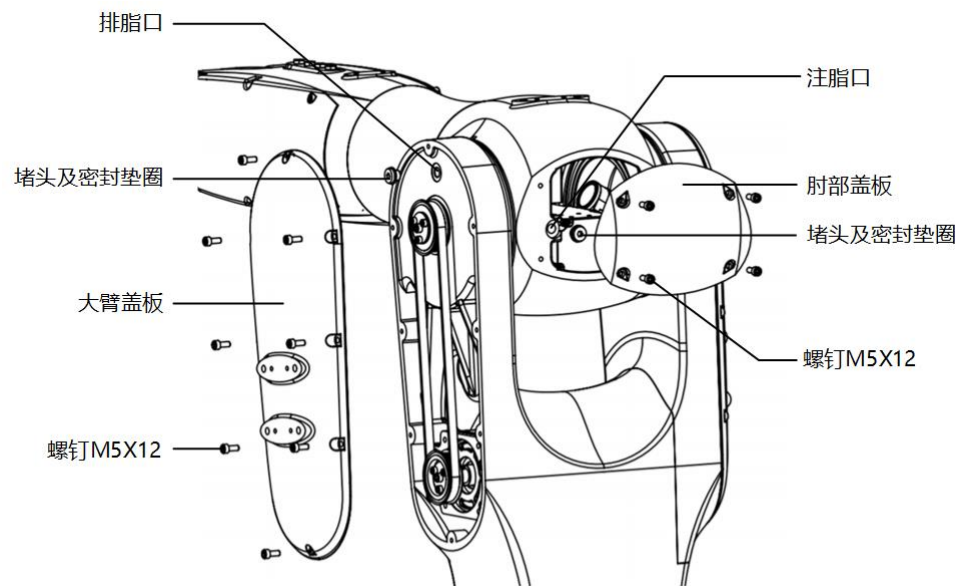

图 12-6 更换 J3 轴减速器润滑脂
- 步骤5. 卸下排脂口 M10x1 堵头及密封垫圈，如图 12-6 所示。